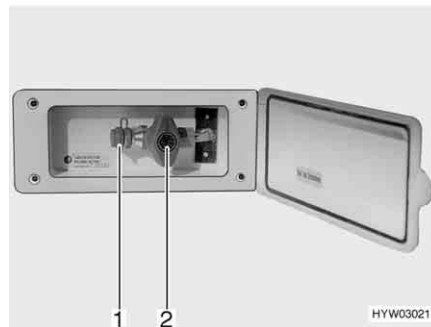

Fig. 102 Raccordement externe de gaz avec robinet d'arrêt de gaz fermé
Le raccordement externe de gaz (Fig. 102) se trouve, selon les modèles, à l'arrière ou sur le côté gauche ou droit du véhicule.
- Raccorder l'appareil à gaz externe sur le raccord (Fig. 102,1).
- Ouvrir le robinet d'arrêt de gaz (Fig. 102,2).